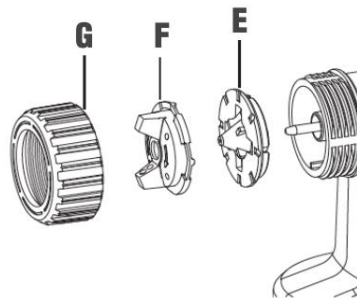

fig. 15
12. Dévissez l'écrou-raccord (G) pour retirer le chapeau d'air (F) et la buse (E) (fig. 15).